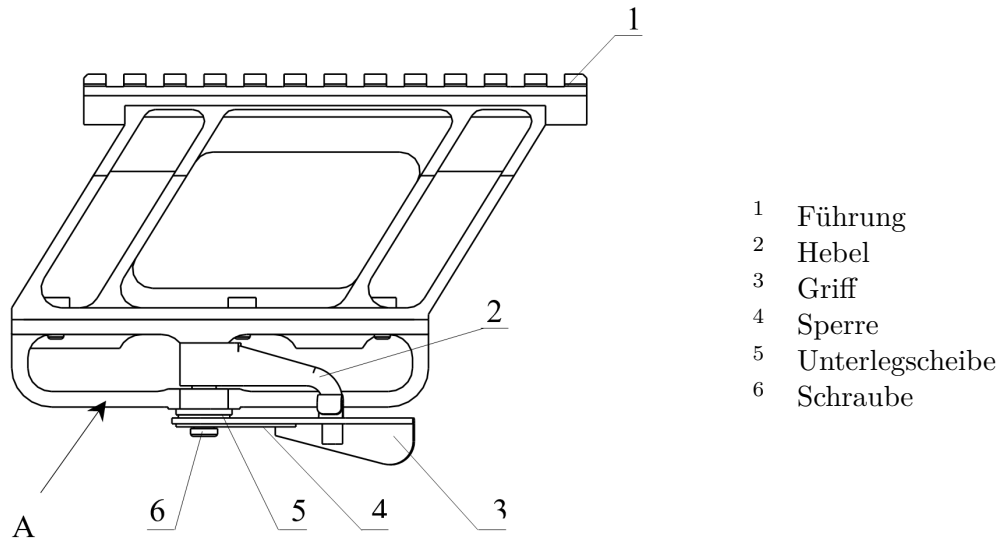

Abbildung 3: Montageklammer des Visier PO 4x24P
- Das Visier auf die Schiene (1) (Abbildung 3) der Montageklammer aufsetzen und die Muttern festziehen
- Ziehen Sie den Arretierhebel (3) (Abbildung 3) in die auf Position